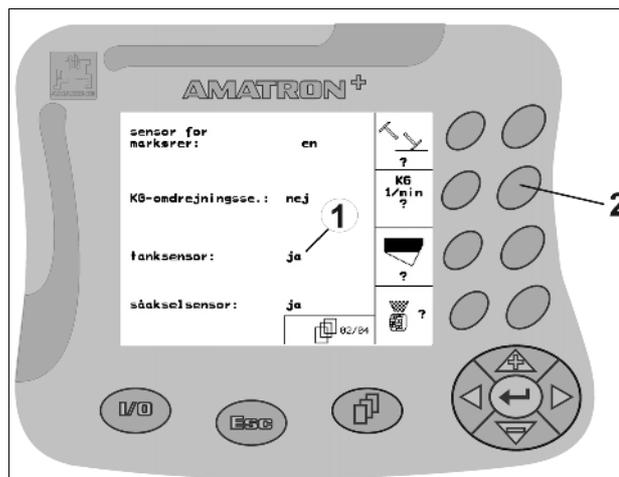

Fig. 16
- Funktionstasten (Fig. 16/2) aktiveres med et enkelt tryk
→ Funktion **ja** (Fig. 16/1).